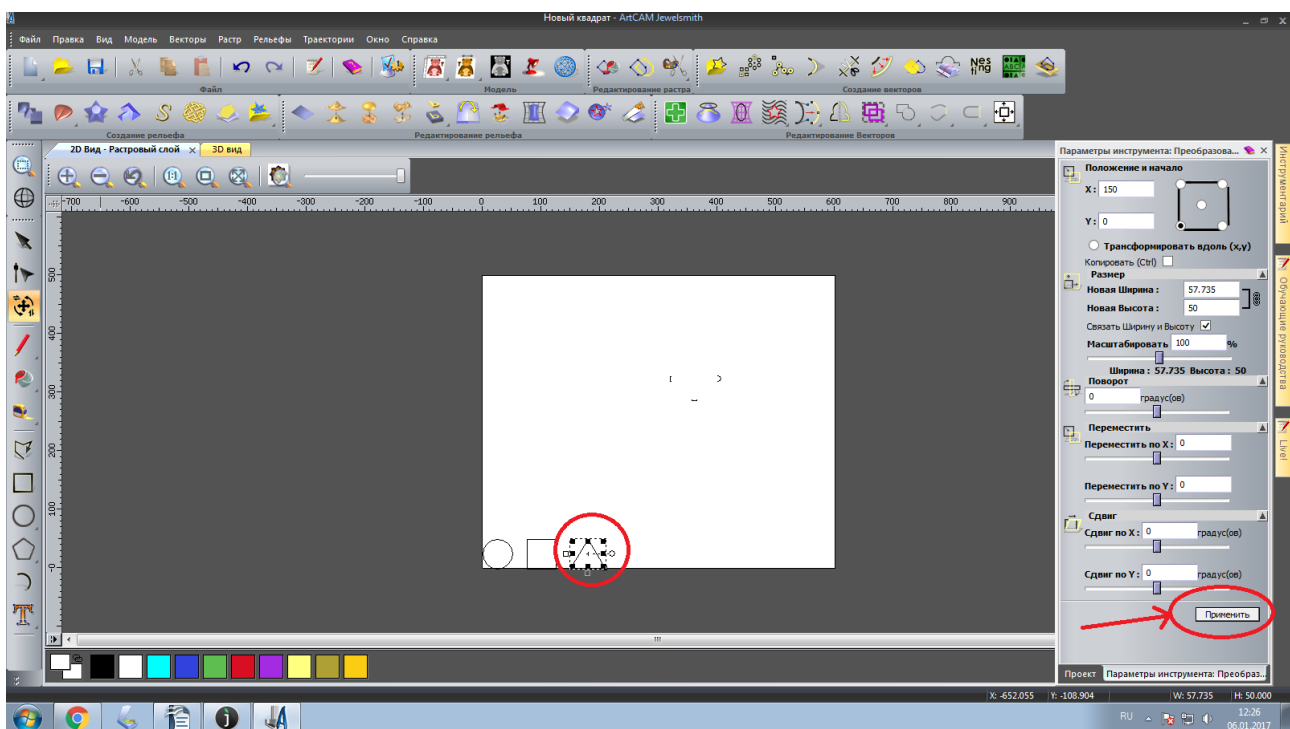

Рисунок 31. Сохранение изменения положения треугольника
32. Нажмите кнопку «Применить», чтобы треугольник изменил и сохранил новое положение, рисунок 31